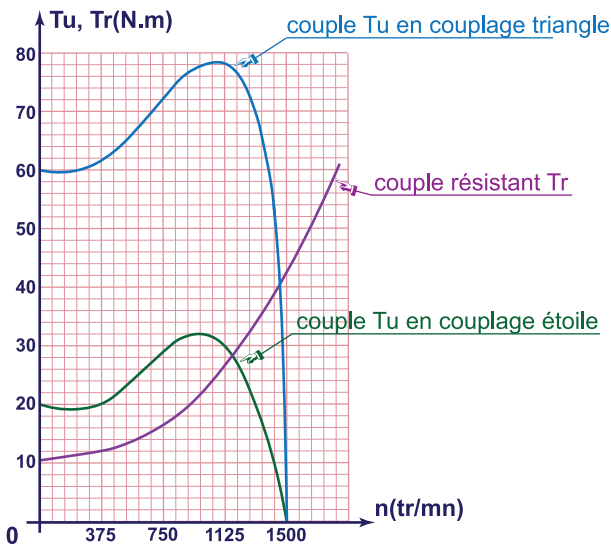

Figure 36
Ce moteur est couplé sur un réseau 230V/400V- 50Hz. Les caractéristiques $T_u=f(n)$ et $I=f(n)$ du moteur M3 dans le cas de démarrage direct couplé en étoile et dans le cas de démarrage direct couplé en triangle sont représentées respectivement par les figures 36 et 37.
1. Pour chaque mode de couplage et en se référant aux figures 36 et 37, compléter le tableau ci-dessous en :